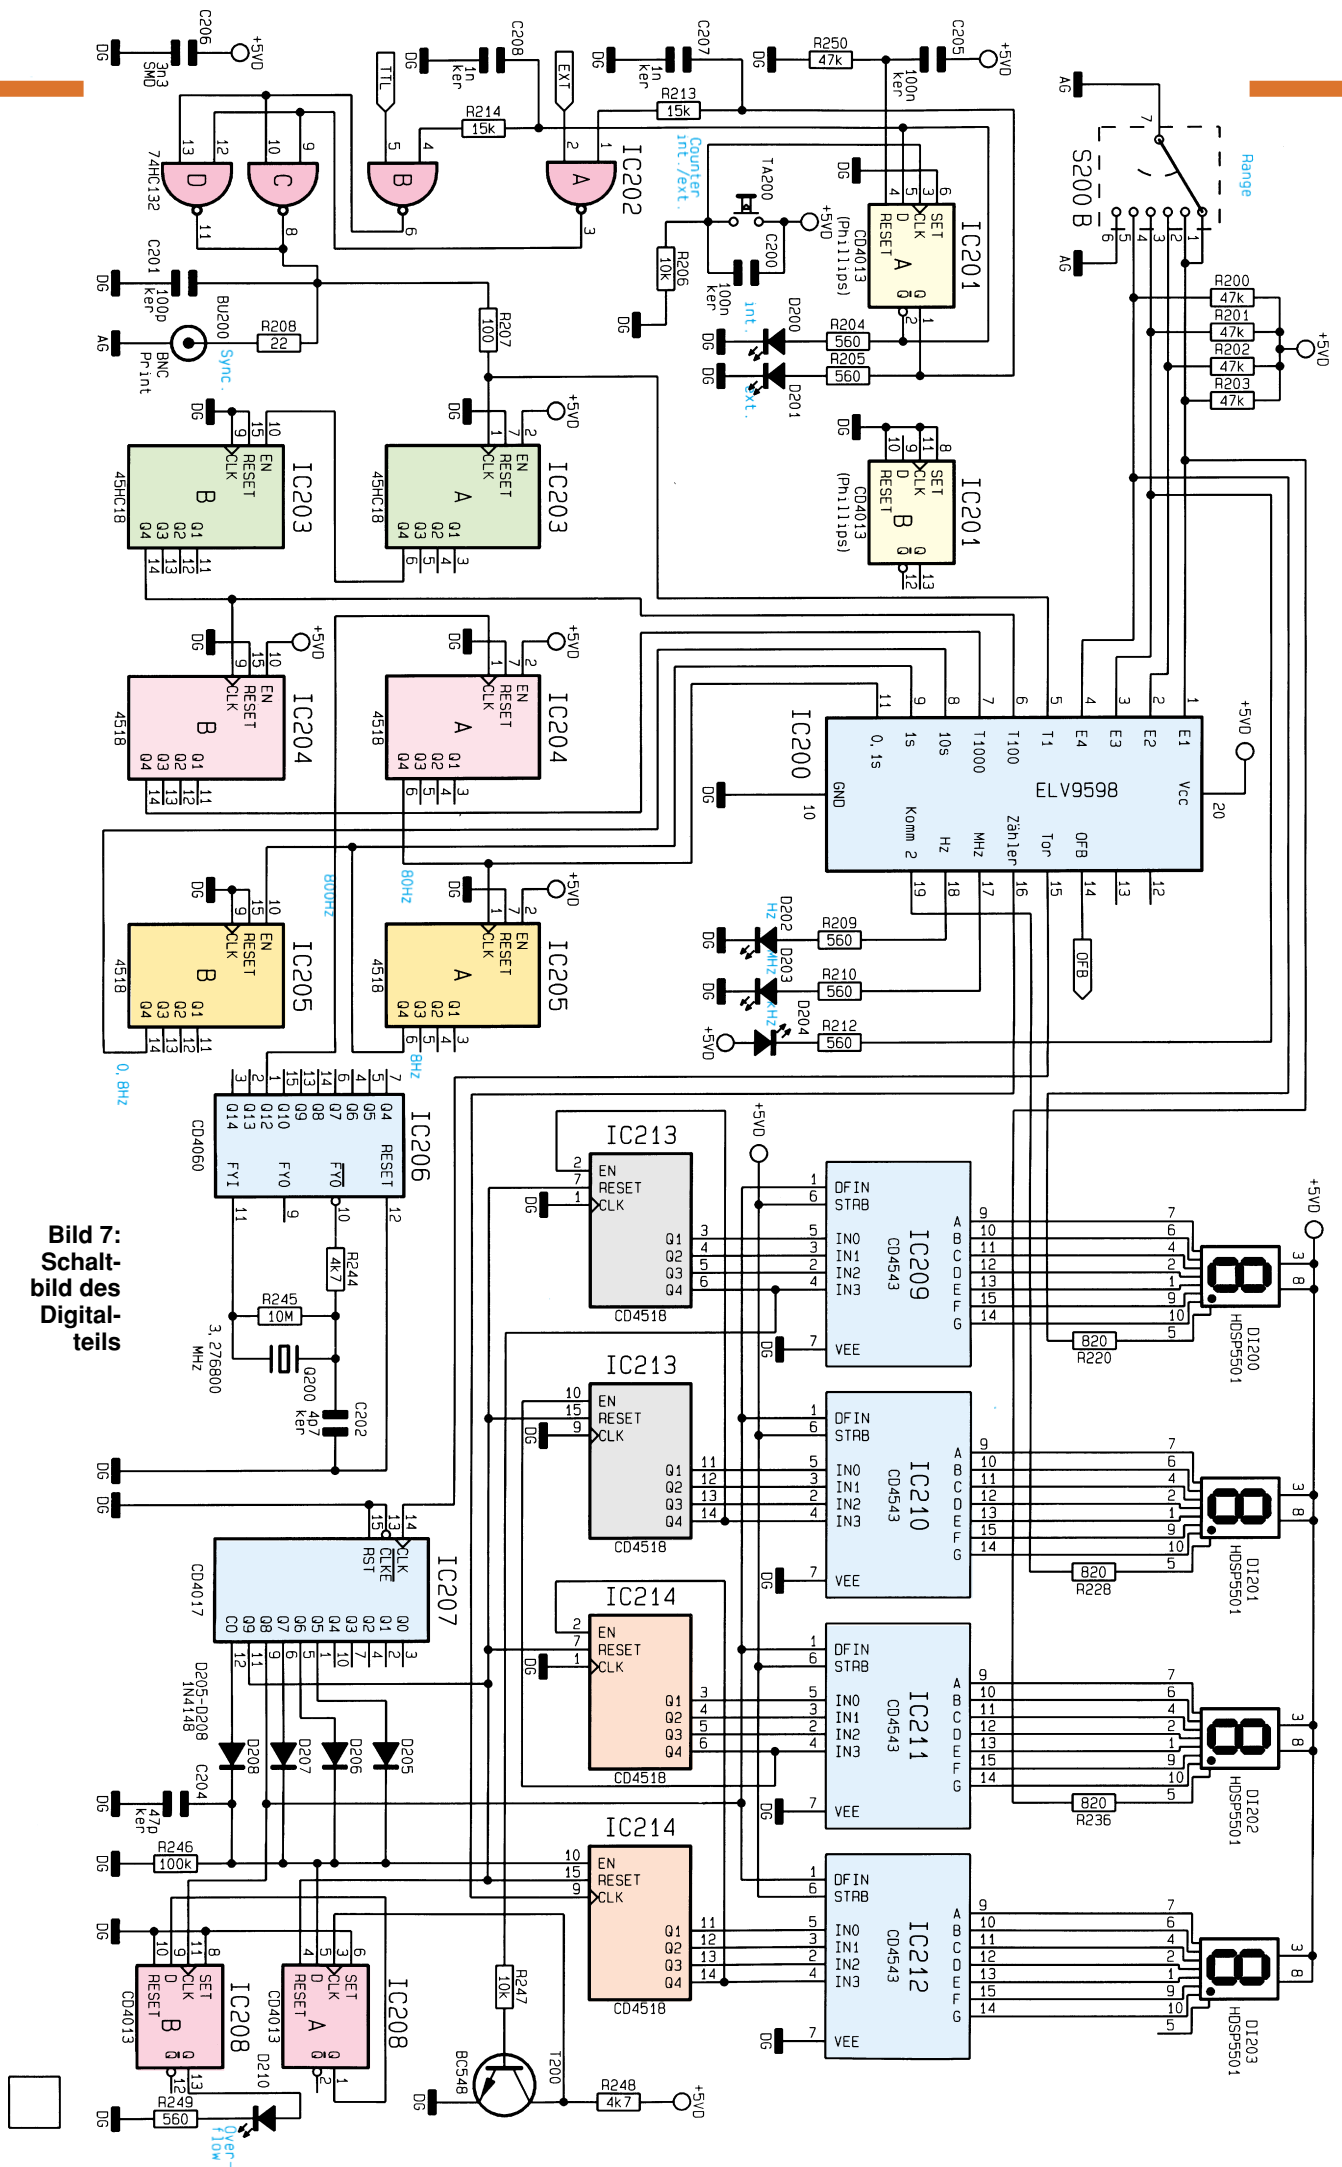

Bild 7:
- Abbildung 7: Digitalteil
Digitalteil (Abbildung 7)
Als nächster Schaltungsteil soll der Digitalteil des MFG 9000 detailliert betrachtet werden. Abbildung 7 zeigt das Schaltbild. Zentrales Bauelement stellt das GAL ELV 9598 (IC 200) dar, das im wesentlichen die Funktionen des Digitalteils steuert.